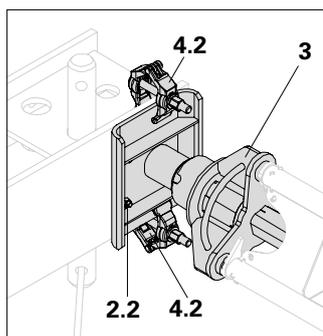

Fig. A2.05
2. Dévisser les vérins de tête (2) jusqu'à ce que les vérins de tête HDK 45 et le décintreur HDA (3) s'appuient sur les sablières HDT. (Fig. A2.05/A2.06)